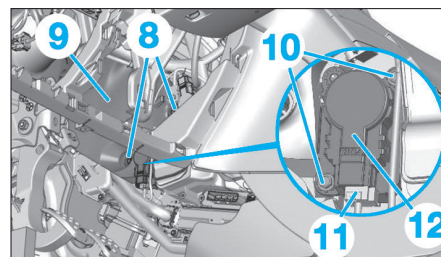

Fig. 25
- Déposer les 2 pions plastiques (8) (Fig.25).
- Ecarter l'insonorisant du motoventilateur (9) vers le haut.
- Déposer les vis (10) du motoréducteur (12).
- Débrancher le connecteur (11).
- Déposer le motoréducteur (12).